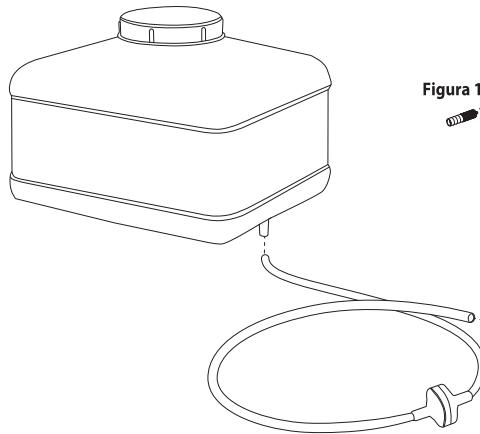

Figura 2
8. Conecte el filtro en línea a la manguera con un corte en cualquier parte de la manguera (consulte la figura 2).